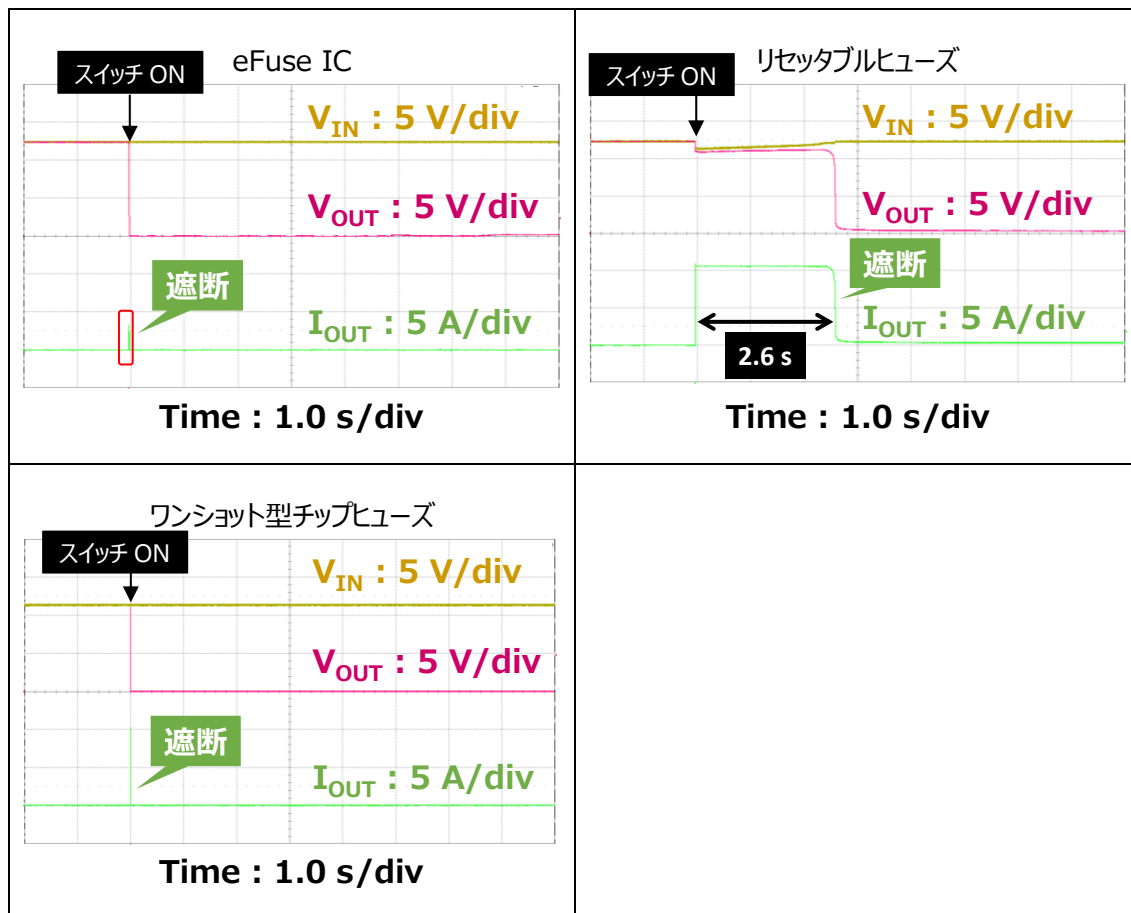
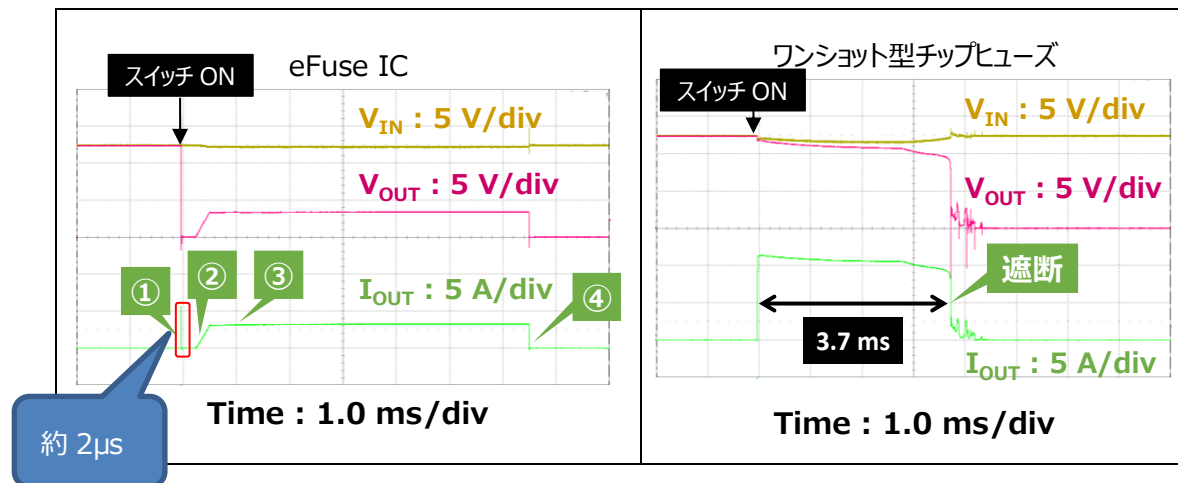

図 8 過電流 10 A の評価結果 (Time: 1.0 s/div)
図 9 過電流 10 A の評価結果 (Time: 1.0 ms/div)
過電流 10 A に設定したときの各種ヒューズの動作を図 8 に示します。
eFuse IC とワンショット型チップヒューズは、図 8 では遮断時間が非常に短く、より詳細に比較するため、時間軸を 1.0 ms/div にした測定結果を図 9 に示します。
結果、eFuse IC は瞬時（図 9 左の①緑色枠内）に電流経路を遮断したのに対し、ワンショット型チップヒューズは 3.7 ms 経過後に経路を遮断しました。
過電流保護機能が動作した後の eFuse IC の振る舞いについて説明します（図 9 左側）。
- ・過電流発生時の eFuse IC は、電流を検知後、電流遮断(図 9 中①の赤色枠内)。
- ・その後、数 100μs 後に電流経路の遮断を解除（導通）(図 9 中②の箇所)。
- ・このとき、過電流が解消されていない場合は過電流制限機能により I_{OUT} が 3 A (I_{LIM}) で制限される(図 9 中③の箇所)。
- ・eFuse IC が 3 A を流している状態が続くと、放熱環境によるが、チップ温度が上昇し過熱保護(TSD)により再度経路が遮断される(図 9 中④の箇所)。